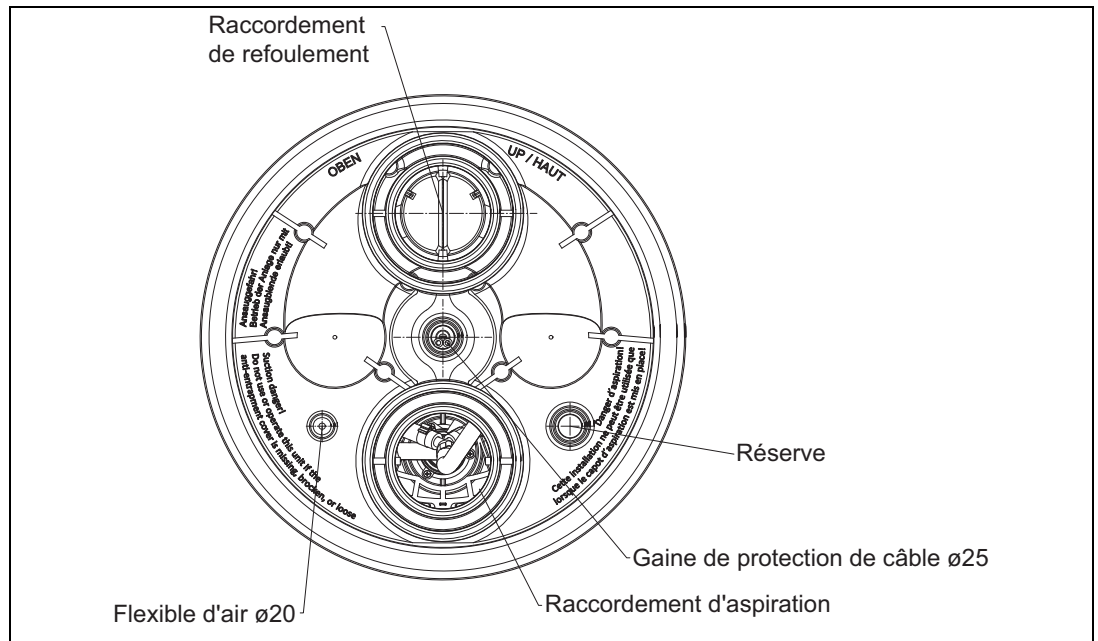

Fig. 9
1. Collage de la gaine de protection de câble et du flexible de la régulation (*Fig. 9*).